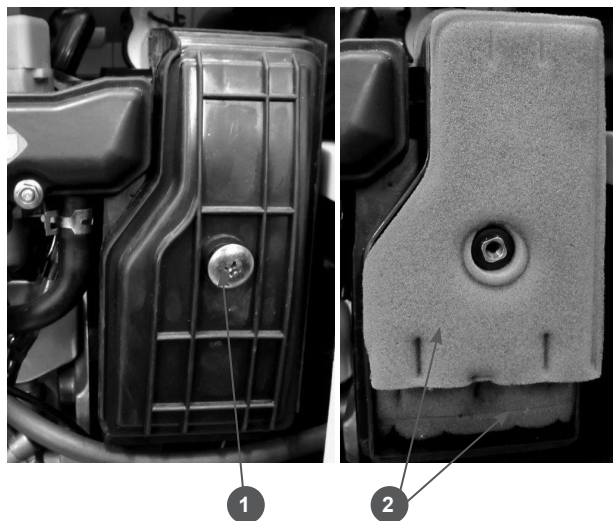

Рис.10
2. Снимите крышку воздушного фильтра(1) Рис.10, извлеките воздушные фильтры(2) и проверьте их целостность и чистоту. Поврежденные или грязные фильтры необходимо заменить.